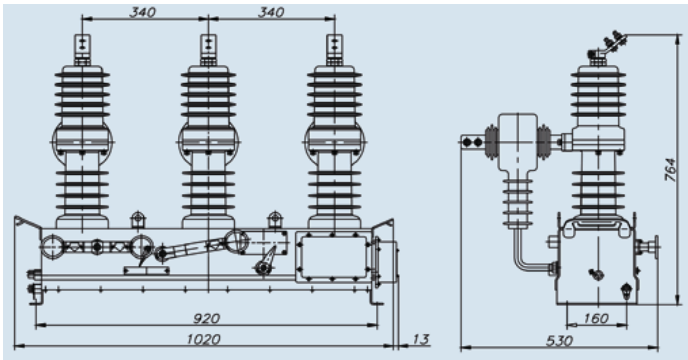

Рис. 6.2 Выключатель с трансформатором тока
6.2 Выключатель с трансформатором тока (см. рис. 6.2)